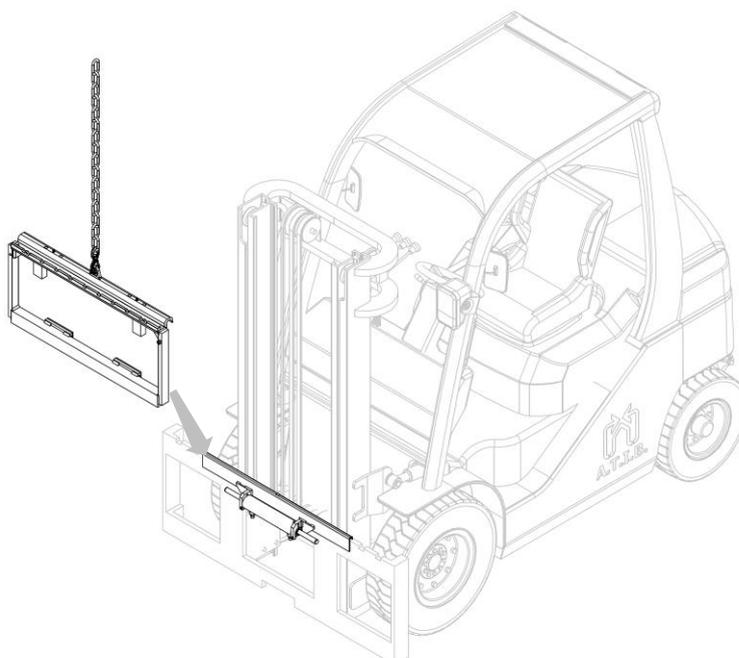

Figura 5
7. Agganciare quindi l'attrezzatura dal punto presa superiore e con un carroponete o un paranco di portata sufficiente posizionala sul doppio gancio, avendo cura di posizionala in modo corretto (vedi Figura 5).